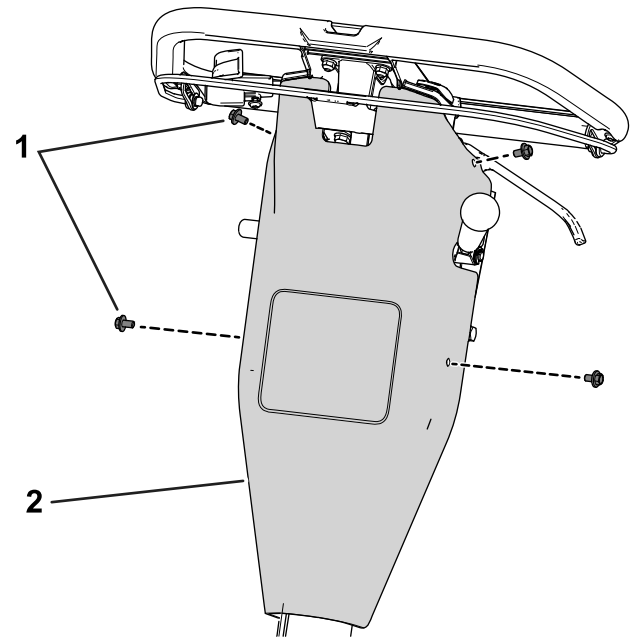

Bild 2
2. Entfernen Sie die Abdeckung der Steuerung, indem Sie die Schrauben, mit der sie an der hinteren Platte befestigt ist, lösen (Bild 2).